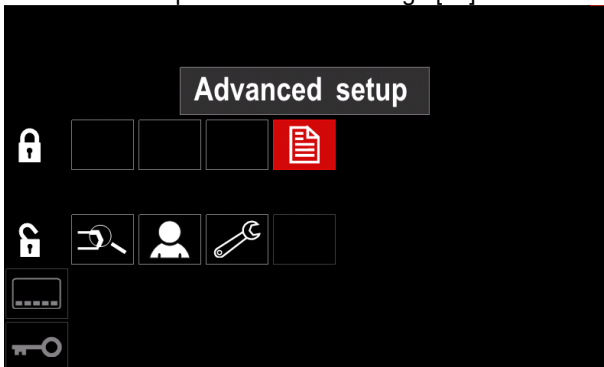

Figure 45.
- Appuyer sur le bouton droit [36]. L'icône du paramètre choisi s'effacera de la partie inférieure de l'écran. (Figure 45.). Ce paramètre disparaîtra également de la barre des paramètres de soudage [44].